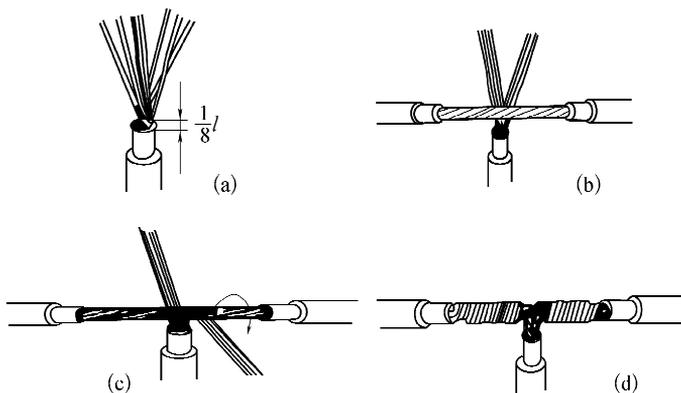

图 1-19 7 股铜芯导线的分支连接
(4) 7 股铜芯导线的分支连接，如图 1-19 所示。
(5) 铜芯导线接头处的焊接。
- ① 电烙铁锡焊。
- ② 浇焊。